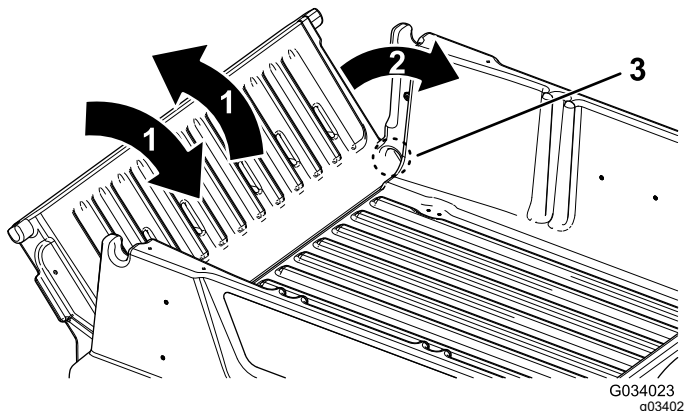

図 14
2. テールゲートを 45°程度の角度にする図 14。
3. この位置から、テールゲートを小刻みに前後に振るように数回往復させる図 14。